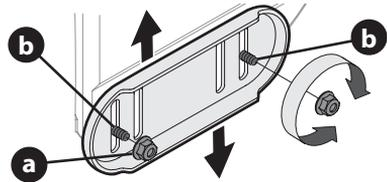

Figura 47
1. Afloje las cuatro tuercas hexagonales (a) (dos en cada lado) y los pernos del carro (b). Mueva las zapatas antideslizantes a la posición deseada (Figura 47).
**NOTA:** Las zapatas antideslizantes de su soplador de nieve podrían verse ligeramente diferentes (y tener componentes diferentes) de los que se muestran en la Figura 47.